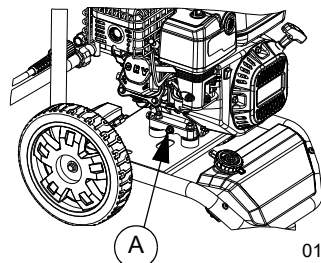

Figura 4-7. Tapón de drenaje de aceite
5. Consulte la Figura 4-7. Retire el tapón de drenaje de aceite (A) y drénelo completamente en un recipiente adecuado.